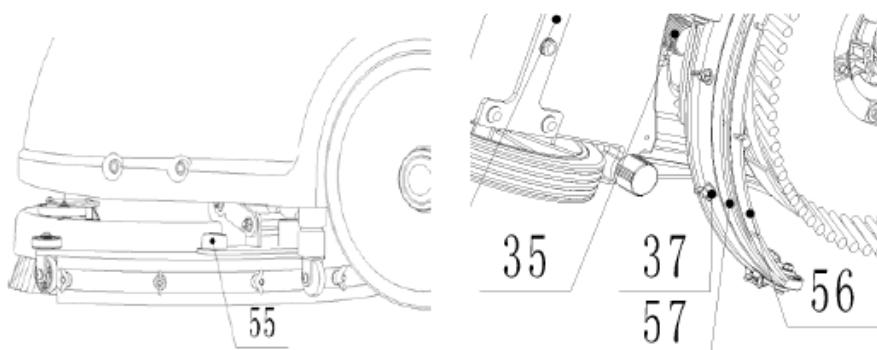

Figuur 3
3. Monter de borstel of pad driver op de schijf wielnaaf en draai tegen de klok in totdat het wordt vergrendeld, zoals aangegeven in de figuur 3.